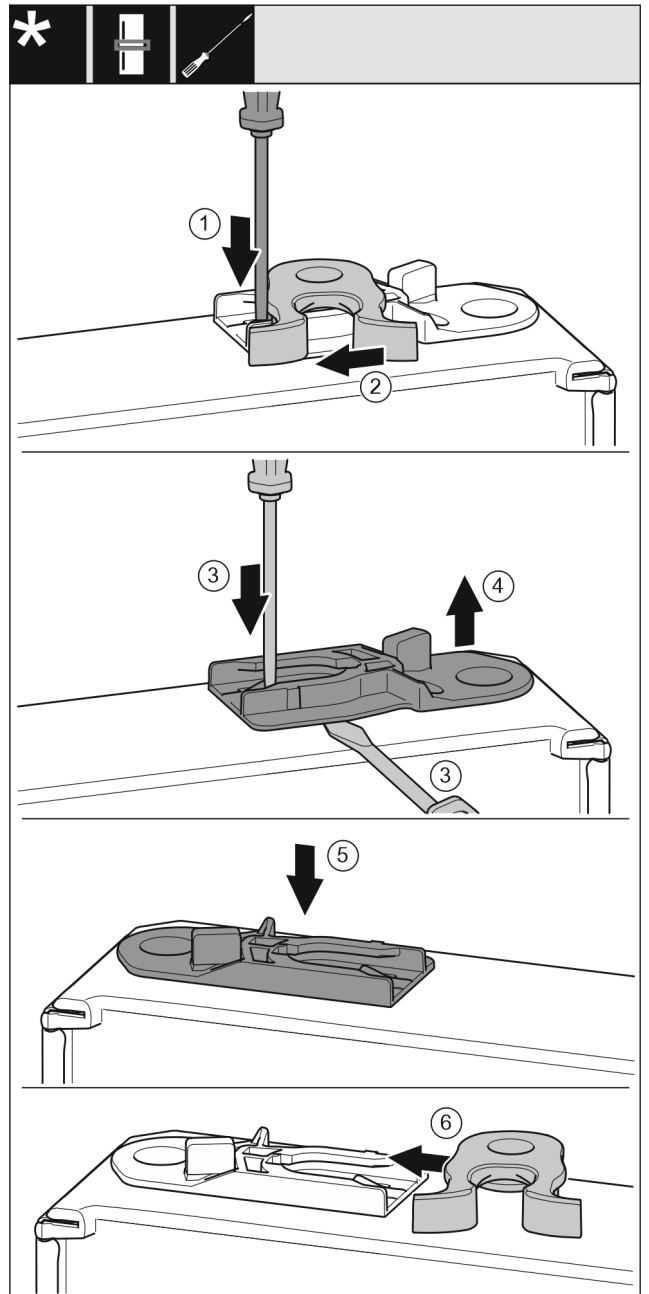

Fig. 20
- ▶ 用带槽螺丝刀向下按住接片 Fig. 20 (1)。
- ▶ 将锁钩 Fig. 20 (2)从导向装置拉出。
- ▶ 拉出导向轴套 Fig. 20 (3, 4)：用带槽螺丝刀按住接片的同时将带槽螺丝刀移动到导向轴套下方。
- ▶ 将供货时附带的导向轴套 Fig. 20 (5)插入外壳的另一侧。
- ▶ 将锁钩 Fig. 20 (6)推入导向装置。